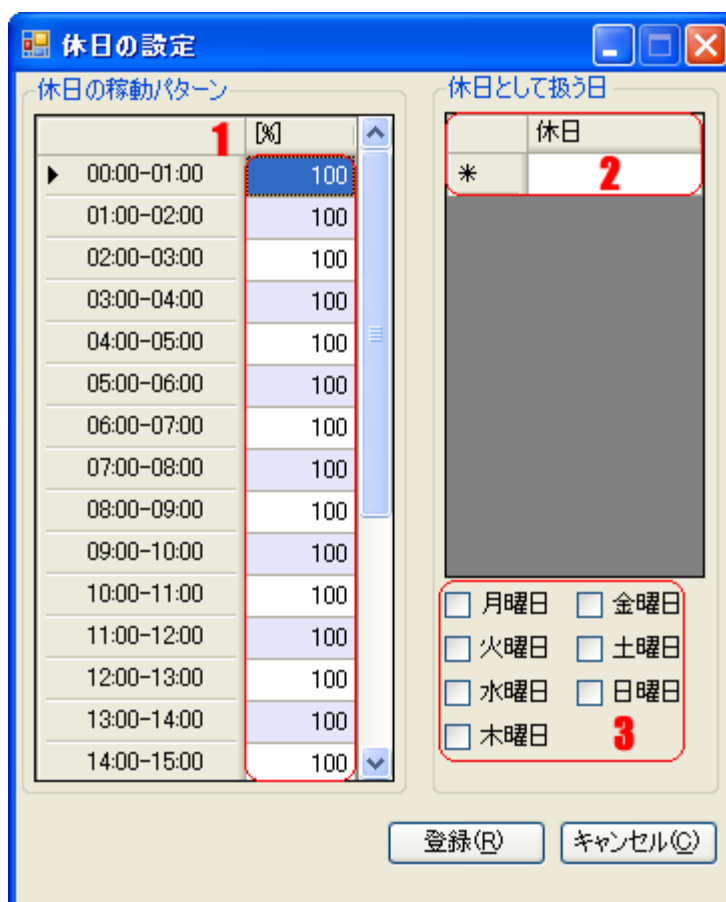

図 6-16. 休日の設定
- 図 6-15 で設定するのは平日の稼働パターンです。休日の稼働パターンを設定する場合は「休日の設定」ボタンをクリックします(図 6-16 が開きます)。